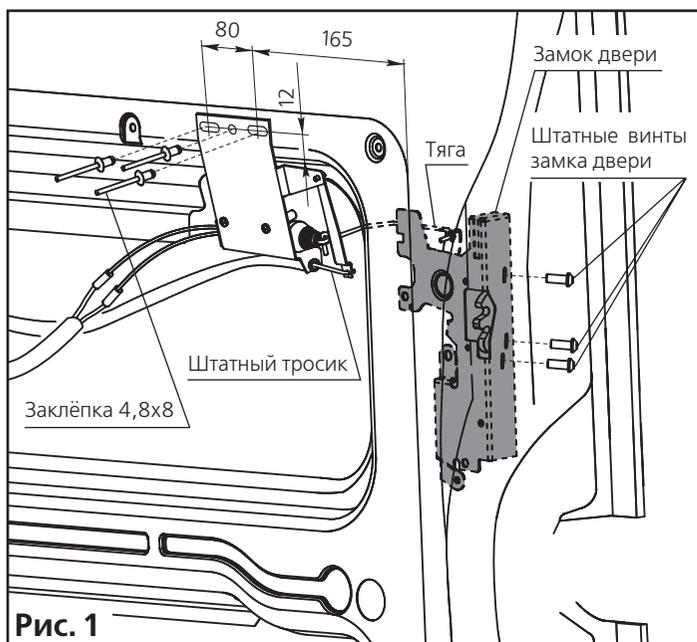

Рис. 1
С внутренней стороны уплотнителя удалите часть, чтобы получившийся вырез охватывал дистанционную втулку опоры (рис. 1).
3.3.1 Для установки тяги привода замка двери снимите замок, открутив три штатных винта (рис. 1).
3.3.4 Привод замка двери сначала закрепите двумя крайними заклёпками 4,8x8 из метизного пакета под отверстия Ø5 мм (рис. 1).